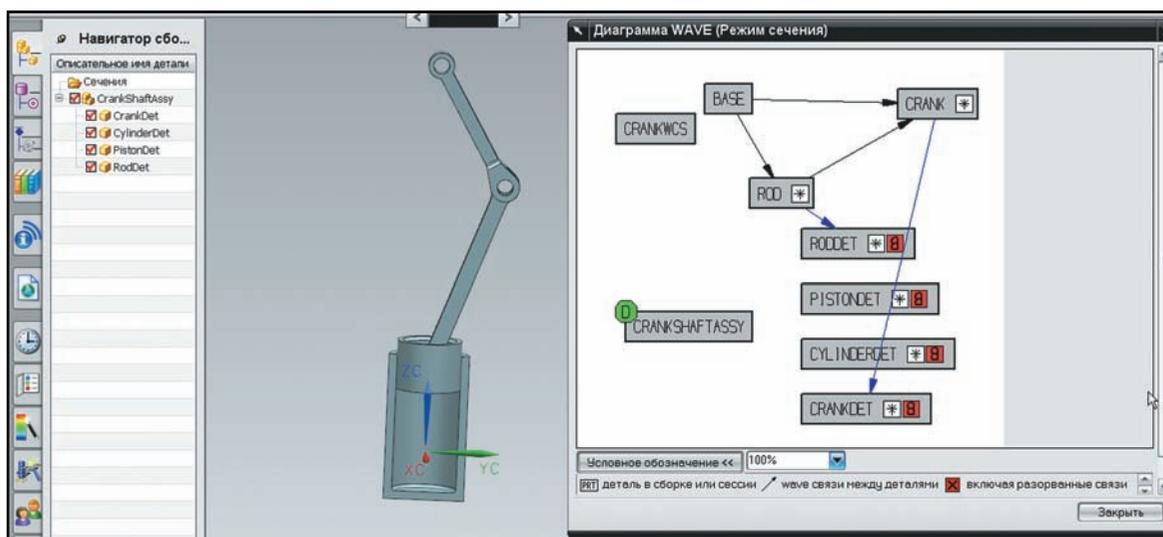

Рисунок 4.46. Диаграмма связей компонентов
- Выбрав в главном меню пункт **Сборки > WAVE > WAVE диаграмма текущей сессии**, отобразите схему связей между компонентами (рис. 4.46).